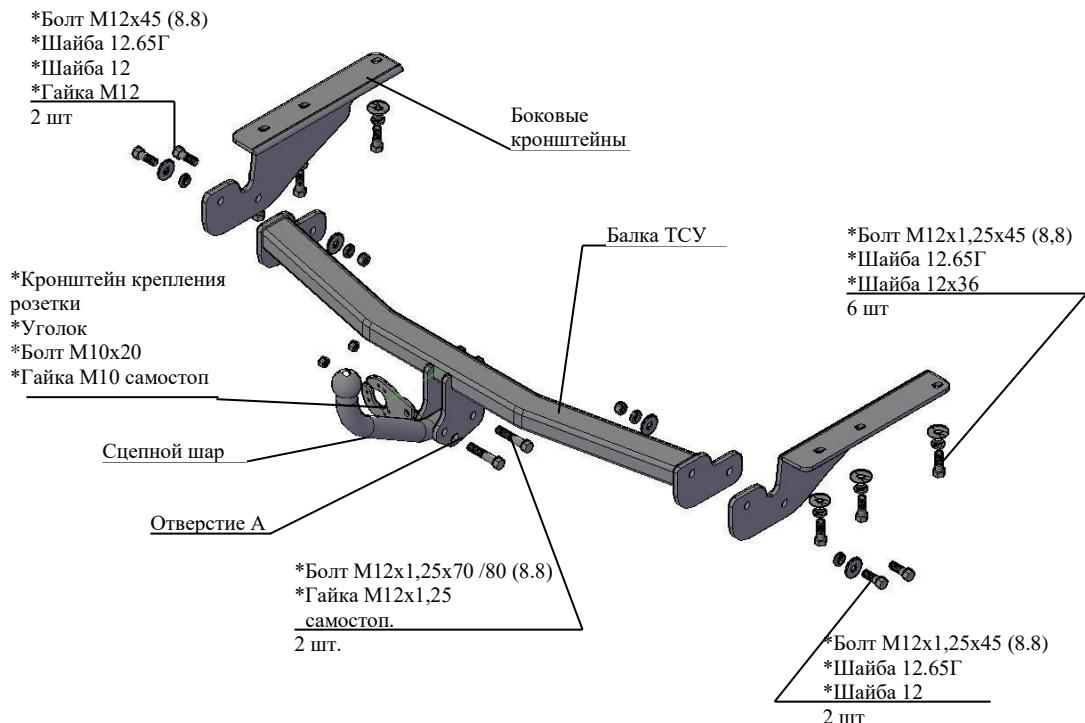

Рис.1 Тягово-сцепное устройство 7830.
2.1 ТСУ 7830 в сборе (рис.1) 1 шт.
2.2 Пакет с комплектующими (см. рис.1)
4.6 Закрепить сцепной шар и кронштейн крепления розетки (предварительно собрав кронштейн как показано на рис.1) к кронштейнам шара болтами M12x1,25x70/80 и гайками M12x1,25 самостоп.